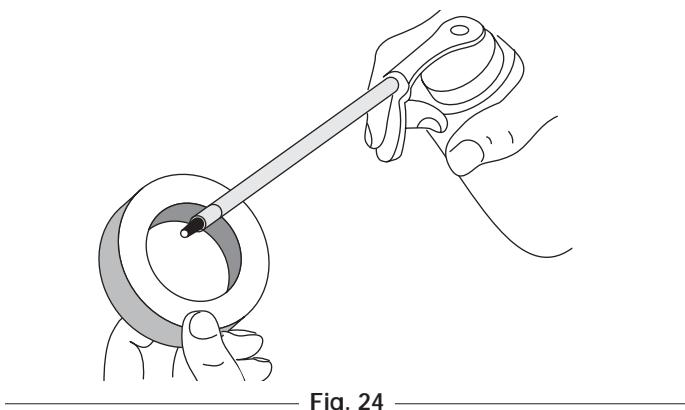

Fig. 24
- Aplique una cantidad suficiente de aceite limpio como para cubrir ligeramente el filtro (Fig. 24).